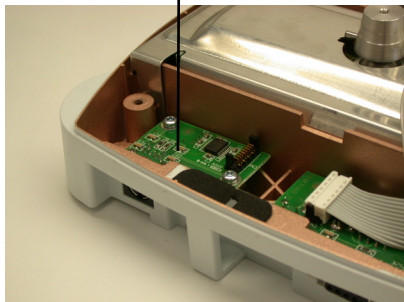

Figura 2C.
7. Instale la segunda PCB RS232 sobre las bases correspondientes con los dos tornillos incluidos (vea la Figura 2C).